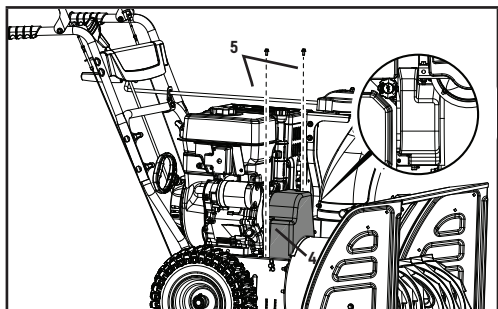

Figure 44
10. Installez le couvercle en plastique de la courroie (4) à l'aide de deux boulons M6 × 16 (5) que vous aviez mis de côté à une étape antérieure. Serrez bien mais pas trop car vous risqueriez d'endommager le couvercle en plastique de la courroie (figure 44).